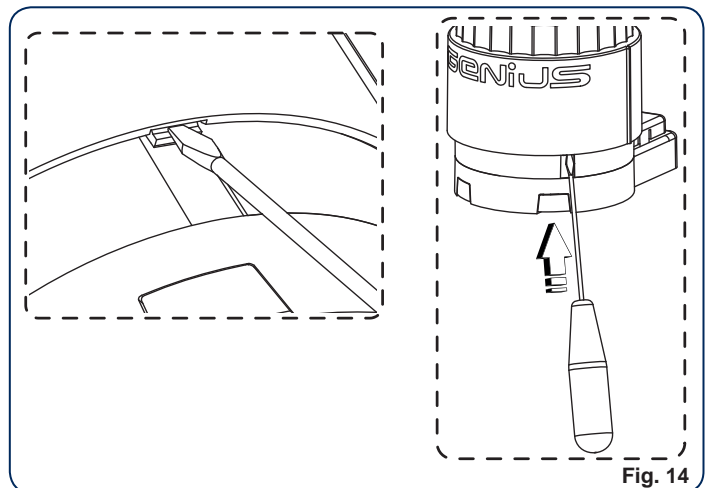

Fig. 14
- Agire sulla linguetta di bloccaggio indicato in fig. 14 e rimuovere la calotta ruotandola in senso antiorario.